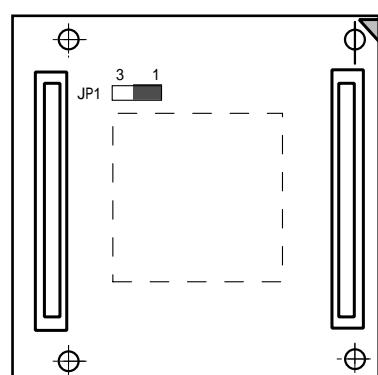

図 11 JP1 ショートコネクタ
- (6) JP1 ショートコネクタはテスト用の端子です。図 11 の位置 1 ピンと 2 ピン側にショートピンが挿入されています。これは外さないでください。